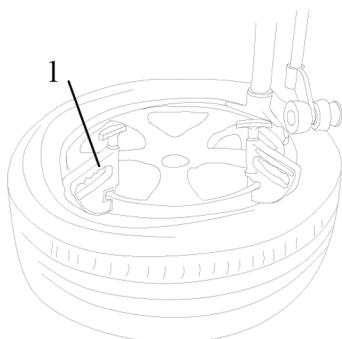

Fig 12
2. Coloque o talão superior na traseira do cabeçote de desmontagem/montagem e abaixe a frente do cabeçote de desmontagem/montagem, gire para a direita pressionando o braço e certifique-se de que esteja travado, puxe a manivela D para baixo para o destalonador C/G, pressione o talão superior até posicionar-se abaixo do cabeçote de desmontagem/montagem. Bloqueie o bloco 1 na borda do aro, gire o prato giratório, finalize a montagem do pneu. (Fig.12)